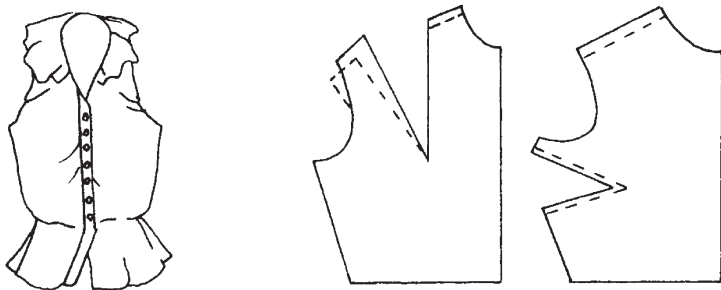

Рис. 36. Пройма переда (полочки) отстает и не прилегает к фигуре
*Дефект 2:* пройма полочки отстает и не прилегает к фигуре (рис. 36).